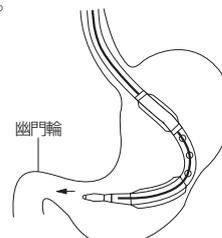

図11
10. 患者を右側臥位とし、本品の先端部を幽門側に向け、押し進めることにより胃幽門輪を通過させる。先端閉塞タイプの場合、ガイドワイヤーをスタイレットとして使用する。先端開口タイプの場合、ガイドワイヤーを先端より出し入れして使用する（図11）。